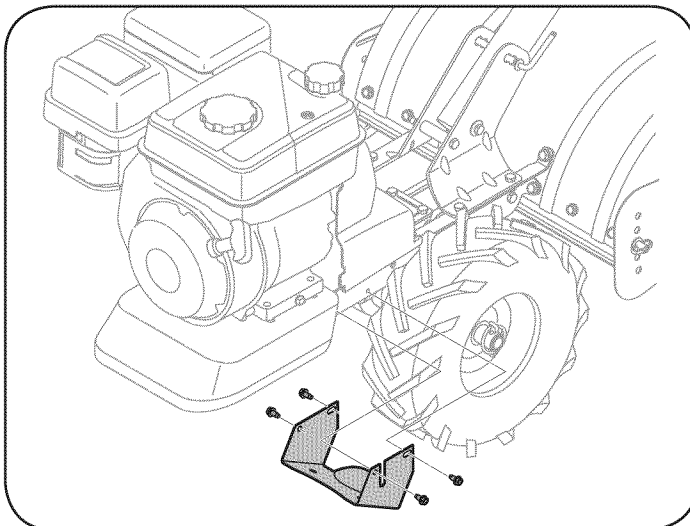

Figura 24
3. Saque los cuatro tornillos hexagonales autorroscantes de 1/4-20 que aseguran el protector de la polea al bastidor, retire el protector de la polea y póngalo en un lugar seguro hasta que lo vuelva a colocar. Vea la Figura 24.